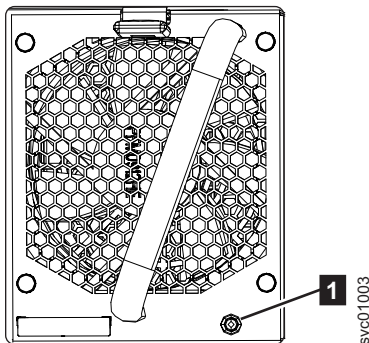

Figura 120. LED de módulo de ventilador
1. Identifique el módulo de ventilador que se debe sustituir. Cuando está encendido, el LED ámbar de la parte frontal del módulo de ventilador (**1** en Figura 120) identifica un error.